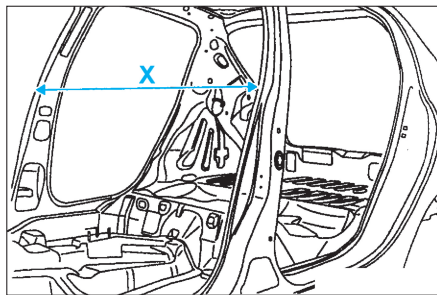

FIG. 77
• Contrôler le jeu  $X = 1360 \pm 1$  mm (Fig.77).